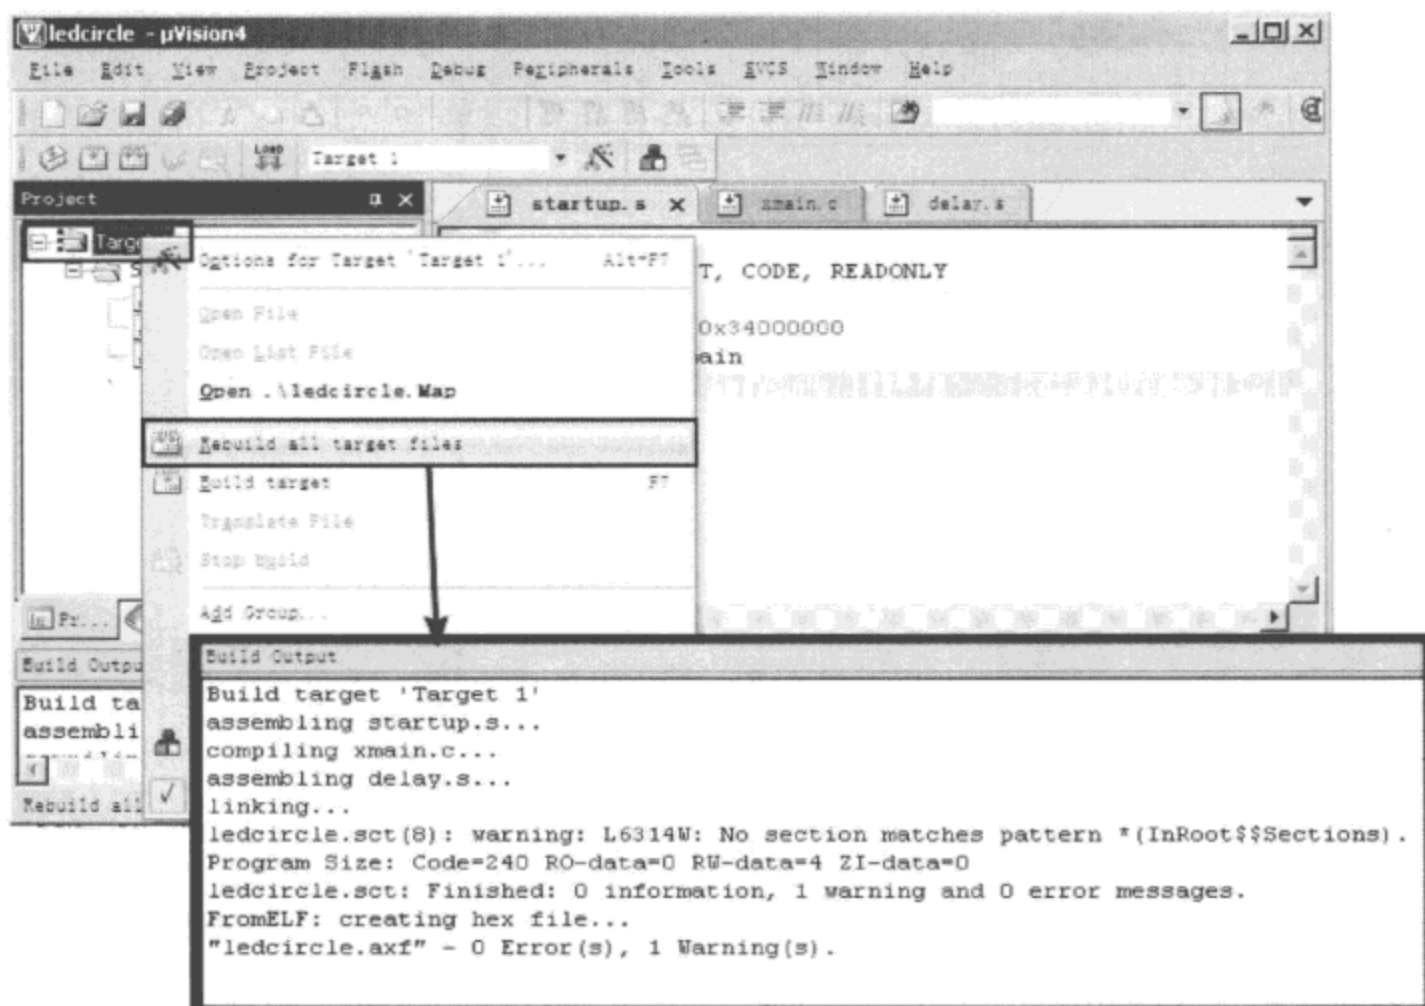

图 1-58 编译工程
(11) 对工程配置完成之后,右击工程名弹出菜单,选择 Build target 或 Rebuild all target files 进行编译,生成目标文件了,编译信息通过下面的输入窗口显示出来,如图 1-58 所示。